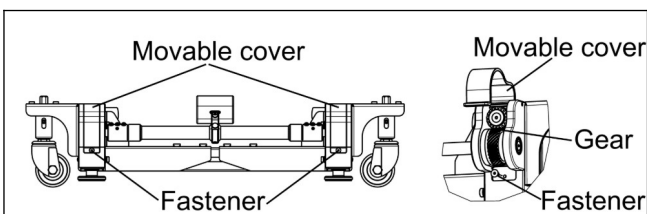

**Abb.24**
e. Entfernen Sie die Holzklötze und justieren Sie nun die Höhe der Füße und Räder durch Drehen der Regulierschraube „9“ im Uhrzeigersinn, für Erhöhung des Anbautisches im gestützten Bereich. Drehen Sie die Regulierschraube „9“ gegen den Uhrzeigersinn, um den gestützten Bereich abzusenken. Stellen Sie hier unbedingt eine Achsparallelität vom Haupttisch zum Anbautisch sicher. (see **Abb.24**)